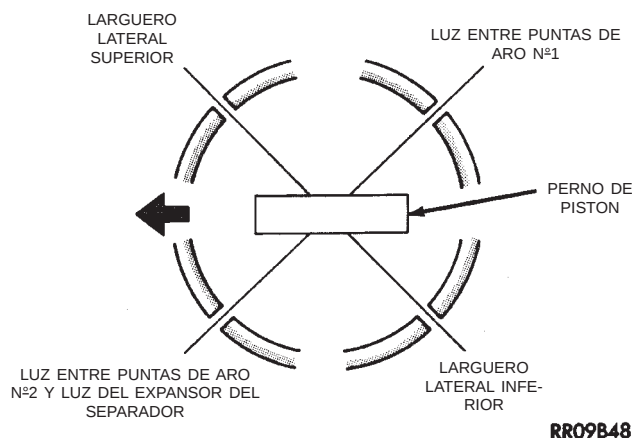

Fig. 93 Posición de la luz entre puntas de aro de pistón
(4) Coloque el aro de pistón de manera que la luz entre las puntas de aro quede en la posición que ilustra la (Fig. 93).
(5) Coloque el expansor del anillo de aceite de manera que la luz quede a, por lo menos, 45° de la luz de los largueros laterales pero **no** en el centro del perno de pistón o en la dirección de empuje.
(2) Antes de instalar el compresor del aro, asegúrese de que los extremos del expansor del anillo de aceite hagan tope y el larguero esté colocado de tal manera que la luz se oriente en la posición que ilustra la (Fig. 93).